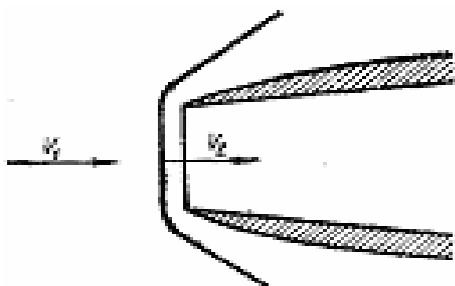

Рис. 12
63. Измерения в простом сверхзвуковом диффузоре (после прямого скачка на входе; рис. 12) дали скорость воздуха $V_2 = 260 \frac{\text{м}}{\text{сек}}$ и температуру торможения $T_0 = 400^\circ \text{ К}$. Определить коэффициент восстановления давления торможения на входе в диффузор.